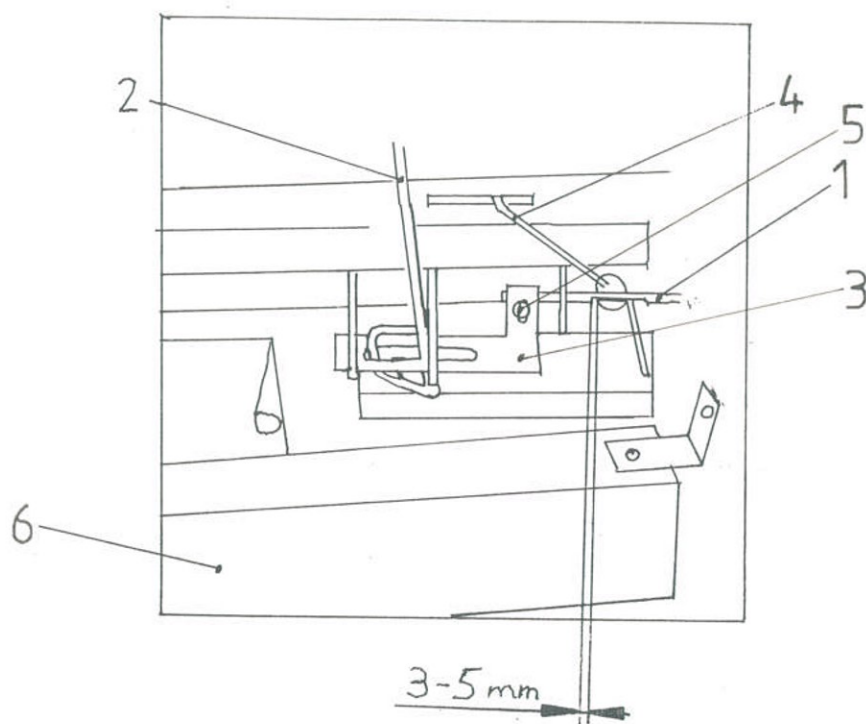

Bild 3
Öppna skyddsburen över klyvdelen helt så att dragstången (1) späns upp med hjälp av länken (2) och den slitsade plattan (3). Nu skall det finnas ett spel mellan hacket i dragstången (1) och vridaxel för vedutlösaren (4) på 3-5 mm se bild 3. Vid eventuell justering lossa bulten (5) som fixerar stängningen med den slitsade plattan (3) och ställ in rätt avstånd och drag åt. Bild (4) visar en förstoring av vridaxeln och dragstången. (6) remskydd.